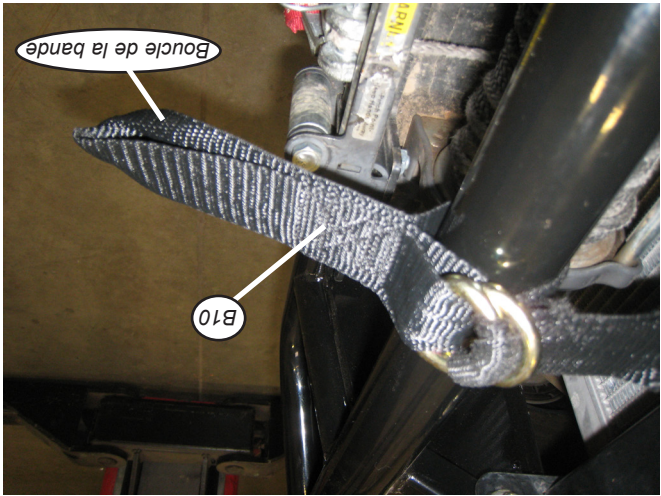
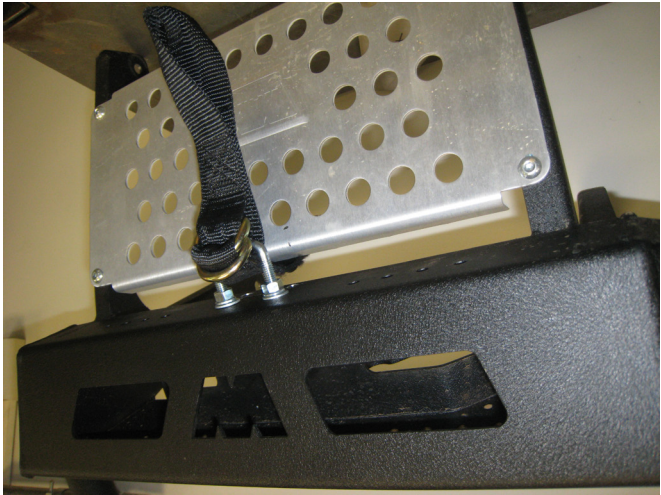

Figure 14
Figure 16
- 8. Connectez la bande de terminaison au pare-chocs avant. La boucle de la bande doit être placée aussi haut que possible sur le pare-chocs. Voir la figure 14. Voir la figure 16 dans le cas d'une connexion à une grille de protection avant WARN.